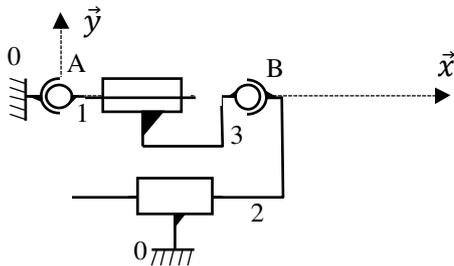

Figure 4 : Vérin {1 ; 3} articulé respectivement avec le bâti 0 et avec le coulisseau 2.
- 10) Mettre en couleur le schéma cinématique de la Figure 4 : 1 en bleu, 2 en rouge et 3 en vert.